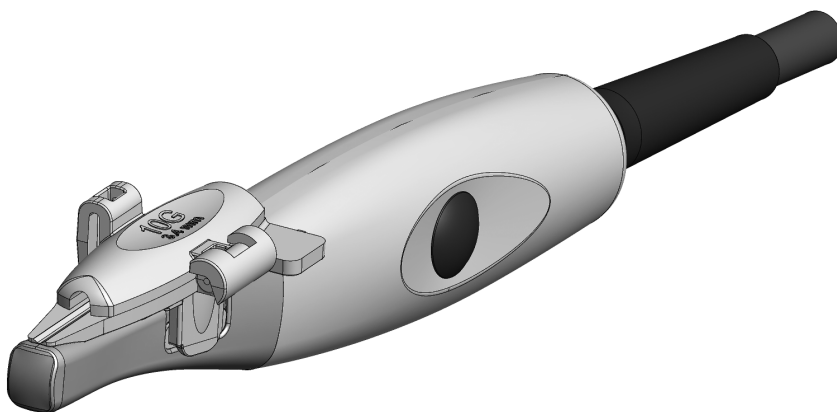

Рисунок 12. UA1346 установлена на датчике Тип8863 (здесь показан без оболочки датчика).
- 7 На Рисунок 12 изображена направляющая для иглы, установленная на датчике.